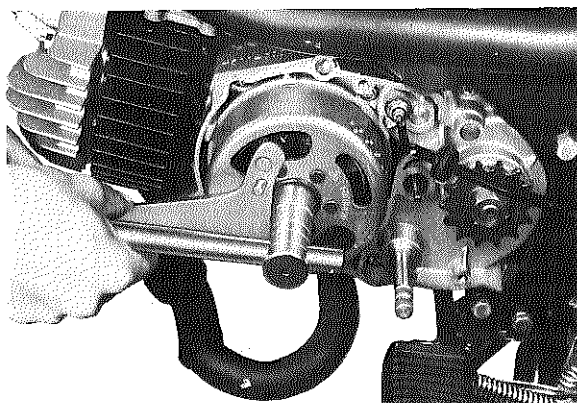

Fig. 3-1-7
13. Remove change pedal and case cover (L).
15. Remove flywheel securing nut using magnet holder. Note the position and direction of the washers. (Fig. 3-1-7)
15. Enlever l'écrou de fixation du volant en se servant de la clé de maintien du volant. Noter la position et l'orientation des rondelles (Fig. 3-1-7).
15. Schwungrad-Befestigungsmutter mittels Magnethalter abnehmen; Position und Richtung der Unterlegescheiben notieren. (Fig. 3-1-7)